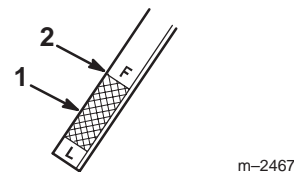

Bild 51
7. Ziehen Sie den Peilstab wieder heraus und kontrollieren das Metallende (Bild 51).